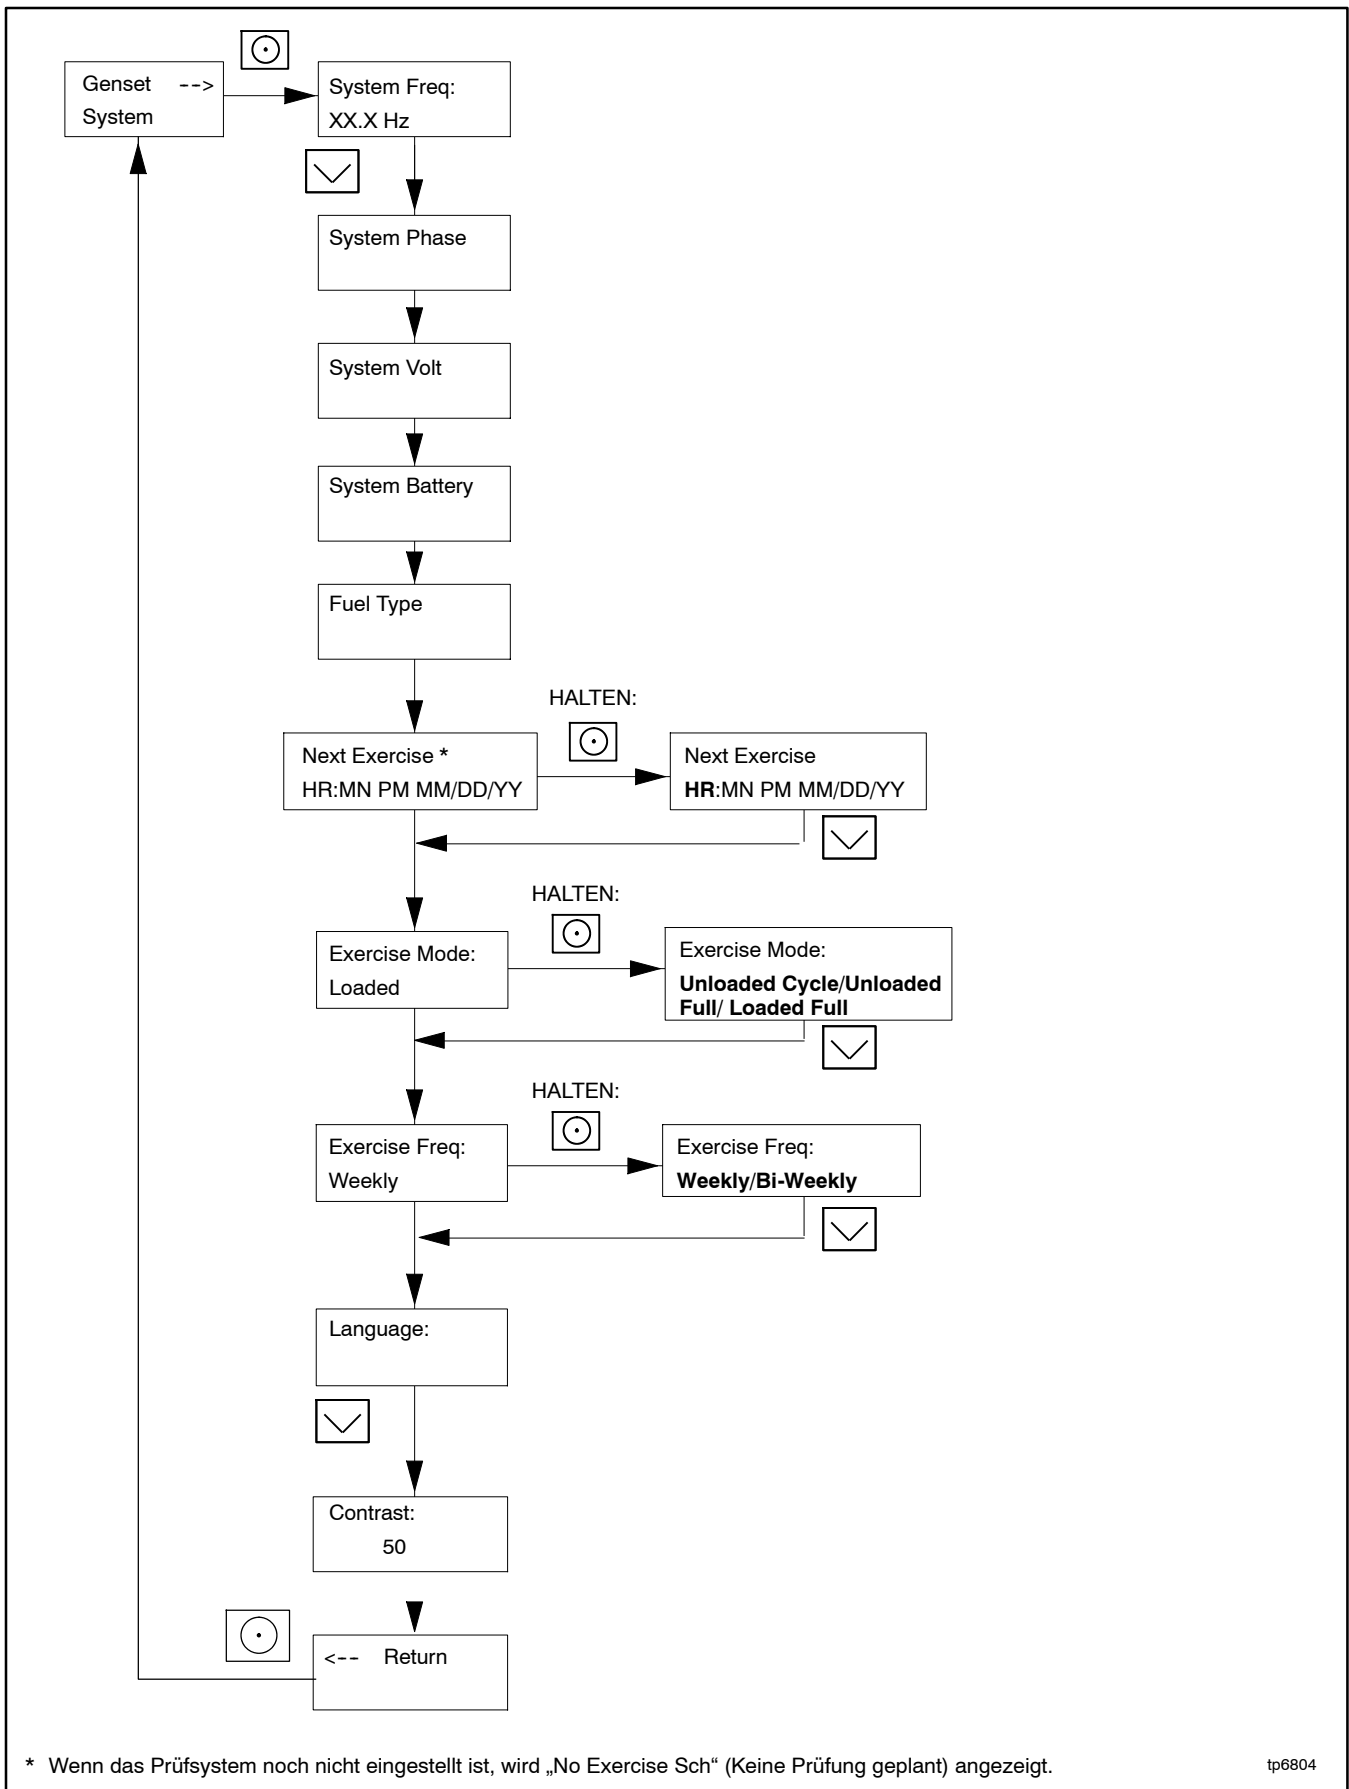

Abbildung 3-8 Verfahren zum Einstellen des Prüfsystems der RDC2-Steuerung
Das Verfahren unten befolgen und auf das Flussdiagramm in Abbildung 3-8 Bezug nehmen, um Uhrzeit und Datum, Modus und Häufigkeit des Prüfbetriebs festzulegen.
4. Die Auswahltaste drücken, um das Menü „Genset System“ auszuwählen. Siehe Abbildung 3-8.
12. Falls das Stromerzeuger-Aggregat an ein Kohler® Netzumschaltgerät Modell RXT angeschlossen ist, kann der Prüfbetrieb zu Lastprüfbetrieb geändert werden. „Exercise Mode“ (Prüfbetriebsmodus) auf „Unloaded Cycle“ (Lastfreier Prüfbetrieb), „Unloaded Full“ (Lastfreier Prüfbetrieb mit Nenndrehzahl) oder „Loaded Full“ (Lastprüfbetrieb mit Nenndrehzahl) (RXT ATS erforderlich) auswählen, wie dargestellt in Abbildung 3-8. Es wird „Unloaded Cycle“ (Lastfreier Prüfbetrieb) empfohlen. Weitere Informationen über die Prüfbetriebsmodi sind in Abschnitten 2.4.2 bis 2.4.4 zu finden.